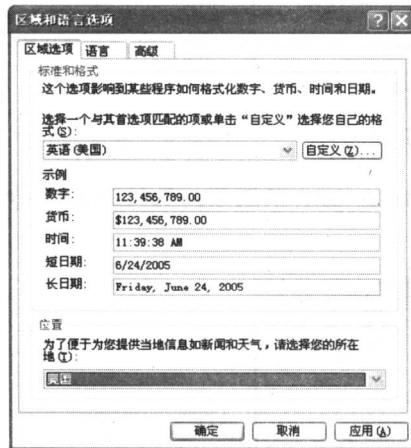

图 1-3 区域和语言选项对话框
■ 步骤 3：执行上述命令后，系统将弹出“区域和语言选项”对话框。在上面的下拉列表中选择“英语（美国）”，在下面的下拉列表中选择“美国”，如图 1-3 所示。